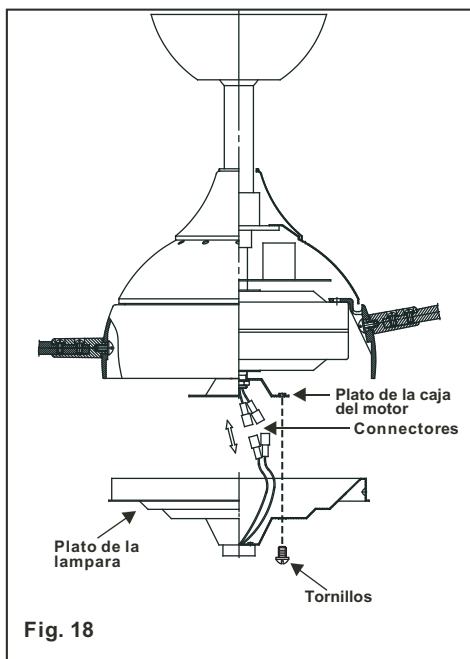

Fig. 18
Paso 1. Afloje (pero no quite) los tres tornillos del plato de la caja del motor (Fig. 18).
Paso 2. Levante y detenga el plato de la lampara cerca del motor y proceda a hacer las conexiones electricas. Conecte el alambre blanco de la lampara con el alambre blanco del ventilador, haga lo mismo con los alambres negros. (Fig. 18).
Paso 3. Coloque el plato de la lampara sobre los tres tornillos que aflojo previamente. Gire el plato de la lampara hasta que los tornillos queden en la parte angosta del plato de la lampara. Apriete los tres tornillos. (Fig. 18).